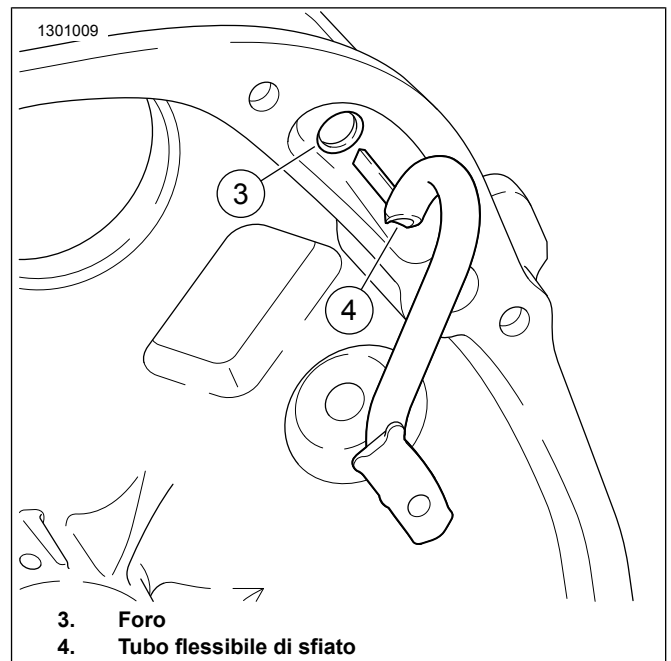

Figura 3. Installare il tubo flessibile di sfiato
Vedere Figura 3 Installare e disporre con cura il flessibile di sfiato (4), facendolo passare attraverso il foro nel carter (3). Evitare di tagliare il flessibile durante l'installazione.